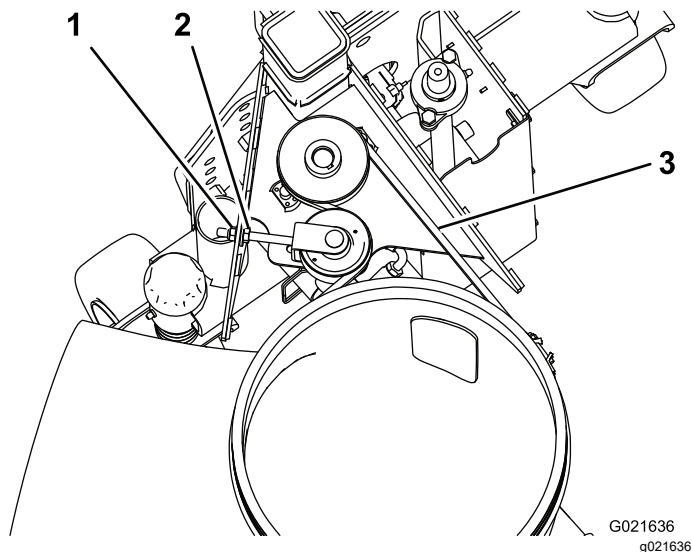

図 28
1. ベルトの一番長いスパンの中央部分を、30 N・m 10 kg の力で押す 図 28。
3. 六角ナットをゆるめてフランジナットを締め付けるとヘッドボルトをベルトの張りがきつくなる 図 28。